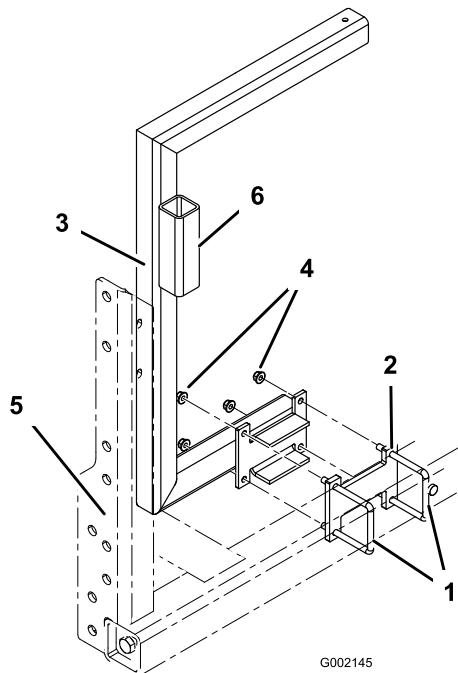

Figure 3
2. Posez le support droit du dévidoir (support avec tube de support du pistolet pulvérisateur) sur le cadre du véhicule sur les 2 étriers filetés et l'entretoise mis en place précédemment (Figure 3). Fixez les cadres avec 4 écrous à embase (3/8 pouce). Le support doit entourer l'arrière de la cuve.